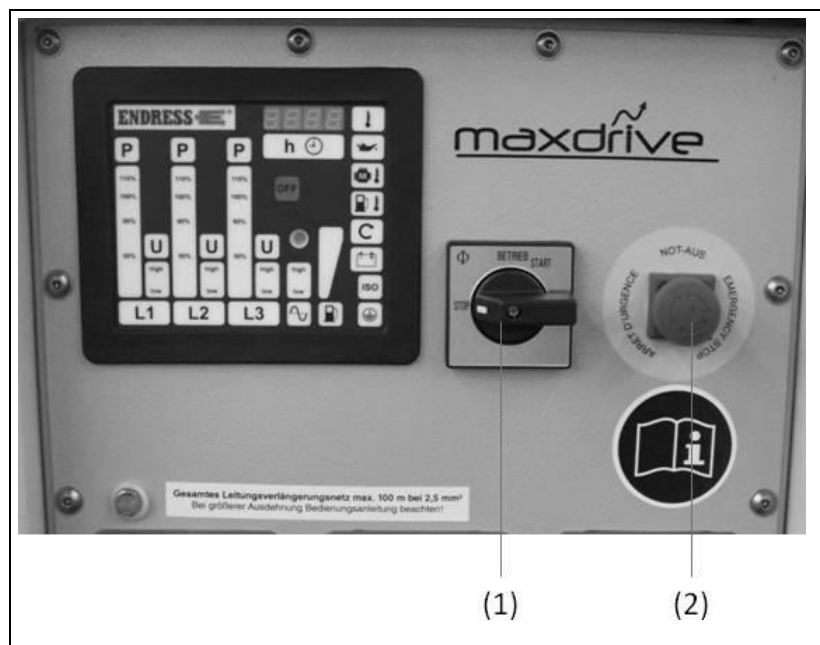

Fig. 4-2: Pannello di controllo versione standard
3. Ruotare l'interruttore START-STOP (Fig. 4-2-(2)) totalmente a destra in posizione "START" fino a quando il motore si avvia e poi rilasciarlo.
3. Mettere l'interruttore START-STOP (Fig. 4-2-(1)) nella posizione "1".
1. Portare l'interruttore START-STOP (Fig. 4-2-(1)) sulla posizione "1".
3. Portare l'interruttore START-STOP (*Fig. 4-2-(1)*) sulla posizione "0"